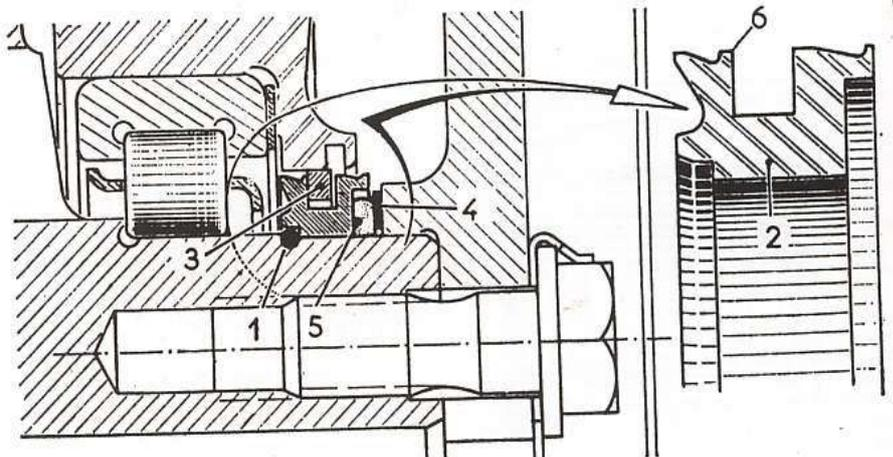

Fig. 23. — Coupe du palier arrière
- Déposer la rondelle de calage (4) et le joint de caoutchouc (5) (fig. 23).